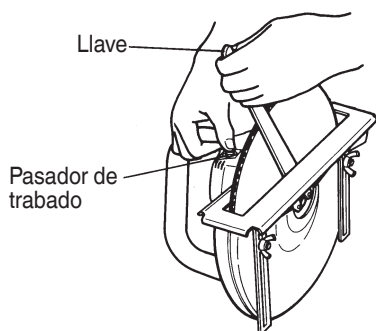

Fig. 3
- (1) Poner boca abajo la herramienta para que el husillo indique hacia arriba.
- (2) Montar la arandela de la muela en el husillo.
- (3) Colocar la protuberancia de la muela de corte en la arandela de la muela.
- (4) Poner la arandela interior en la muela de corte y atornillar la tuerca de la muela en el husillo.
- (5) Insertar el pasador de trabado para evitar que gire el husillo y apretar la tuerca de la muela con la llave de tuercas como se muestra en la Fig. 3.